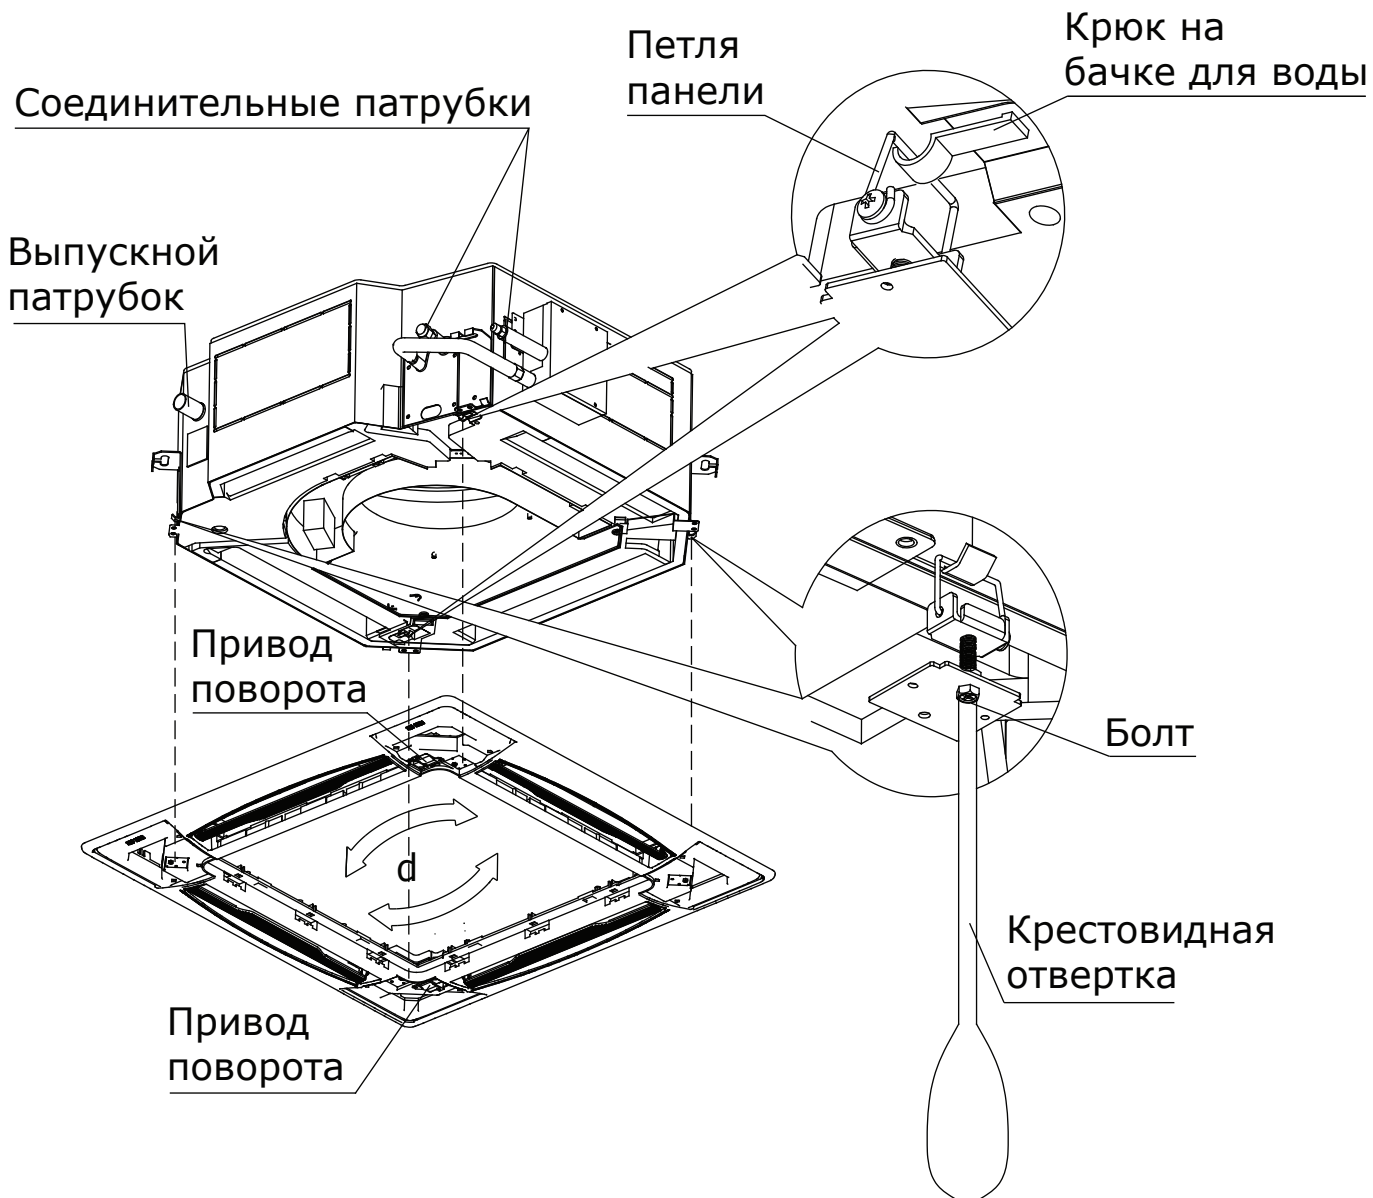

Рис. 1
- б) Вставьте петли панели на стороне привода поворота жалюзи и на противоположной стороне в крюки водоприемного устройства. Затем подвесьте две другие петли панели на соответствующие крюки корпуса (см. рис. 1 на стр. 11).
- в) Отрегулируйте четыре подвеса блока так, чтобы корпус располагался горизонтально, и равномерно прижмите панель к потолку винтами (см. рис. 1 на стр. 11).
- г) Отрегулируйте положение панели, слегка поворачивая ее в направлении, показанном стрелками на рис. 1 (стр. 11), чтобы совместить центр панели с центром отверстия в потолке. Проверьте надежность крепления панели в углах.